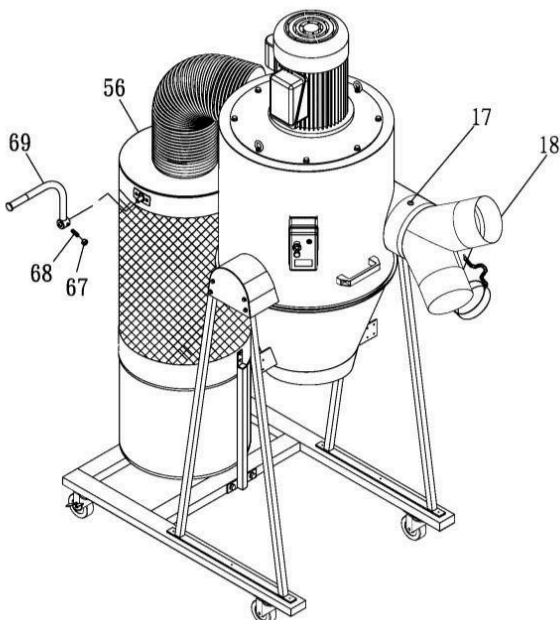

Рисунок 7.
Шаг 7-1. Установите адаптер входного отверстия (18) на главный корпус (16) и затяните при помощи винтов с крестовым шлицом 3/16"х3/8" (17). См. Рис. 7.
Шаг 7-2. Установите рукоятку (69) в жестяной фильтр (56) и затяните установочным винтом 5/16"х3/4" (68) и гайкой 5/16" (67). См. рис. 7.